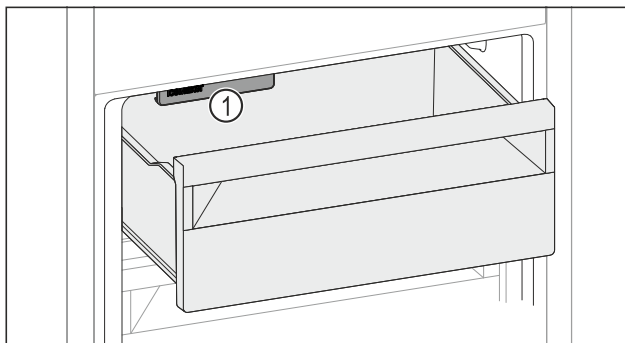

Fig. 215
- ▶ IceMaker Fig. 215 (1) berücksichtigen.